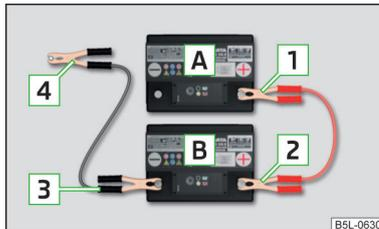

Abb. 166
- Die Klemme **1** am Pluspol der entladenen Batterie **A** » Abb. 166 befestigen.